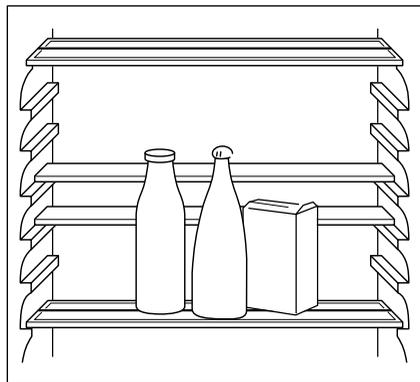

Fig. 12
- Togliere la parte anteriore del semiripiano in vetro e inserire la stessa in un'altra posizione (**Fig. 12**). In questo modo si guadagna spazio per collocare le confezioni alte sul ripiano sottostante.